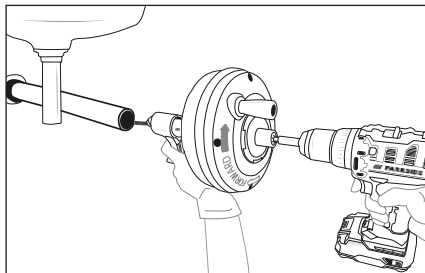

Fig. 3
- 8) Vérifiez s'il est possible de tenir l'appareil à une distance non supérieure à 10 cm de l'ouverture du tuyau d'évacuation. Une distance plus importante par rapport à l'ouverture du tuyau d'évacuation augmente le risque de torsion ou de pliage de la spirale ⑧. Si la distance est plus grande, il convient de rallonger l'ouverture du tuyau d'évacuation avec des tubes et des raccords de la même taille de sorte que l'appareil puisse être placé à 10 cm maximum de l'ouverture du tuyau d'évacuation (voir fig. 3). Si la spirale ⑧ n'est pas assez soutenue, elle peut se plier, se tordre et être endommagée ou blesser l'utilisateur.
- 2) Afin de mieux contrôler la spirale ❸ et l'appareil, adoptez une position de travail adaptée qui garantit les points suivants :
- 3) Tirez la spirale ❸ hors du tambour ❷ et poussez-la aussi loin que possible dans le tuyau d'évacuation. La spirale ❸ doit pénétrer d'au moins 30 cm dans le tuyau d'évacuation de sorte que l'extrémité de la spirale ❸ ne puisse pas sortir du tuyau d'évacuation et battre comme un fouet lorsque la spirale ❸ commence à tourner.
- 4) Si vous utilisez une perceuse, réglez-la sur une vitesse de rotation faible (maximum 500 tr/min). Serrez un porte-embout dans le mandrin de serrage de la perceuse et enfoncez le logement d'embout sur l'arbre de tambour ❸. Vous pouvez également serrer l'arbre de tambour ❸ sans porte-embout dans le mandrin de serrage de la perceuse.
- 5) Assurez-vous que l'appareil se trouve à une distance non supérieure à 10 cm de l'ouverture du tuyau d'évacuation. Maintenez cette distance pendant l'opération de nettoyage. Cela permet d'éviter une torsion ou un pliage de la spirale ❸.
- 6) Laissez une main sur la poignée ❺/le déclencheur ❻ de l'appareil et l'autre main sur la poignée de la perceuse ou sur la manivelle ❹.
- 7) Tournez le tambour ❷ dans le sens horaire (selon la flèche au dos du tambour ❷, voir fig. 3) et appuyez sur le déclencheur ❻. En actionnant le déclencheur ❻, la spirale ❸ est guidée dans le tuyau d'évacuation. Vous pouvez aussi faire avancer ou reculer rapidement la spirale ❸ en la tirant hors du tambour ❷ ou en la poussant dedans.
- 13) Relâchez le déclencheur ❹ et arrêtez de tourner le tambour ❷ lorsque l'extrémité de la spirale ❸ se rapproche de l'ouverture du tuyau d'évacuation. Ne tirez pas l'extrémité de la spirale ❸ hors du tuyau d'évacuation lorsqu'elle est en rotation. Le mouvement de fouet de l'extrémité de la spirale ❸ peut provoquer de graves blessures.
- 15) Tirez la partie restante de la spirale ❸ avec la main hors du tuyau d'évacuation et repoussez la spirale ❸ dans le tambour ❷.